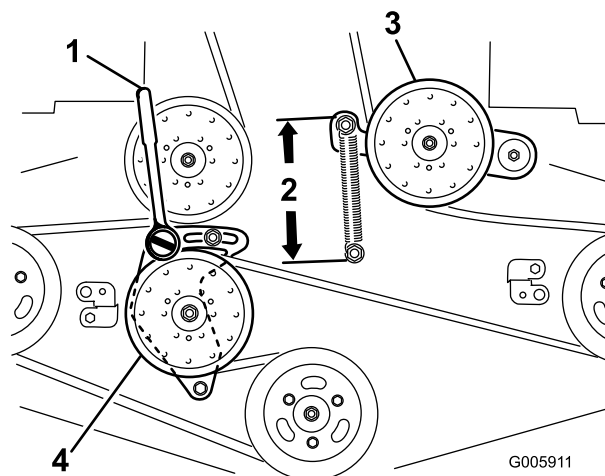

Figure 61
4. Desserrez le bras de la poulie de renvoi fixe pour détendre la courroie (Figure 61).
7. Insérez une douille courte avec manche à rochet ou une barre de levier dans le trou carré du bras de la poulie de renvoi fixe (Figure 61).
9. Pour augmenter la tension de la courroie, tournez le manche à rochet ou la barre de levier dans le sens antihoraire pour déplacer le bras de poulie fixe jusqu'à ce que les crochets du ressort soient espacés de 16,5 cm (Figure 61).